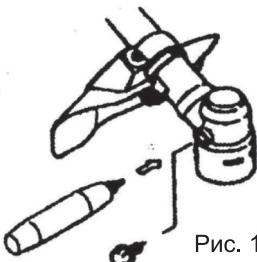

Рис. 10
7.5. Корпус редуктора (рис.10)
После каждого 10 часов эксплуатации триммера бензинового необходимо производить проверку смазки в полости корпуса редуктора. Выкрутите болт сбоку корпуса редуктора (рис.10) и добавьте при необходимости смазку, предназначенную для работы при высоких температурах.